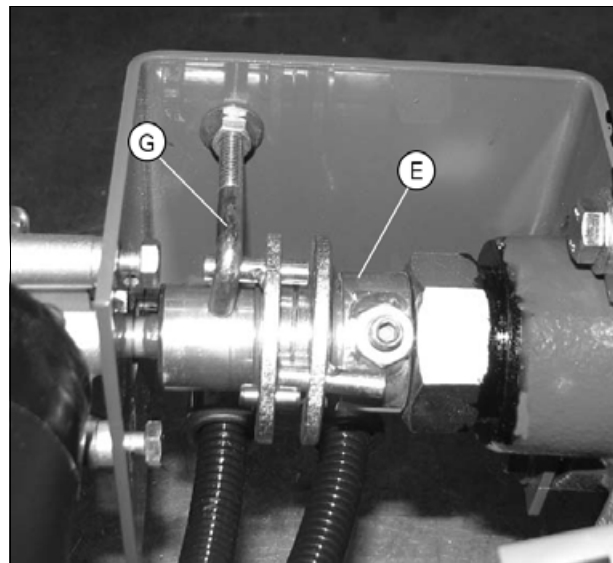

Рис. 6.
5. Ослабьте стопорное кольцо (Е) *рис. 6*, поверните его в направлении стрелки до упора (Н) и закрепите.